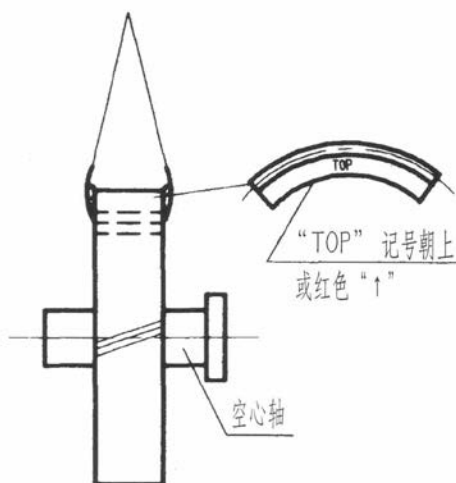

图 1-11 一级大齿轮组件吊装
3.3.3.2 仔细检查输入级大齿轮组件各轴颈和齿轮表面，清理意外发生的碰痕。按图 1-11 所示将输入级大齿轮组件水平吊起。注意起吊时将端面上的“TOP”或红“↑”印记转到正上方（见附图表 5）。在缓慢下放过程中，让输入级齿轮副刻“R”或“L”标记的一轮进入另一轮刻有两个“R”或“L”标记的齿槽。直至组件轴颈轻轻放到相应的下轴瓦上。